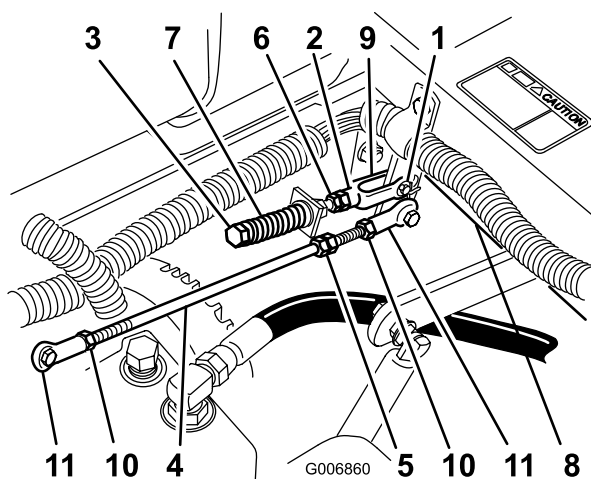

Figura 57
8. Si es necesario un ajuste, afloje la tuerca y la contratuerca contra la horquilla (Figura 57).
9. Aplique una ligera presión hacia atrás en la palanca de control de movimiento, gire la cabeza del perno de ajuste en el sentido apropiado hasta que la palanca de control esté centrada en posición de bloqueo/punto muerto (Figura 57).
10. Apriete la tuerca y la contratuerca (Figura 57).